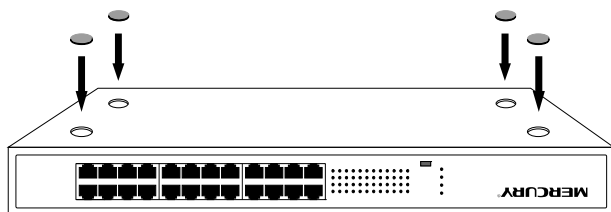

图3.1 脚垫安装示意图
2. 逐个揭去 4 个脚垫的胶面保护纸，分别粘贴在机壳底部 4 个角上的圆形凹槽中。如图 3.1 所示。